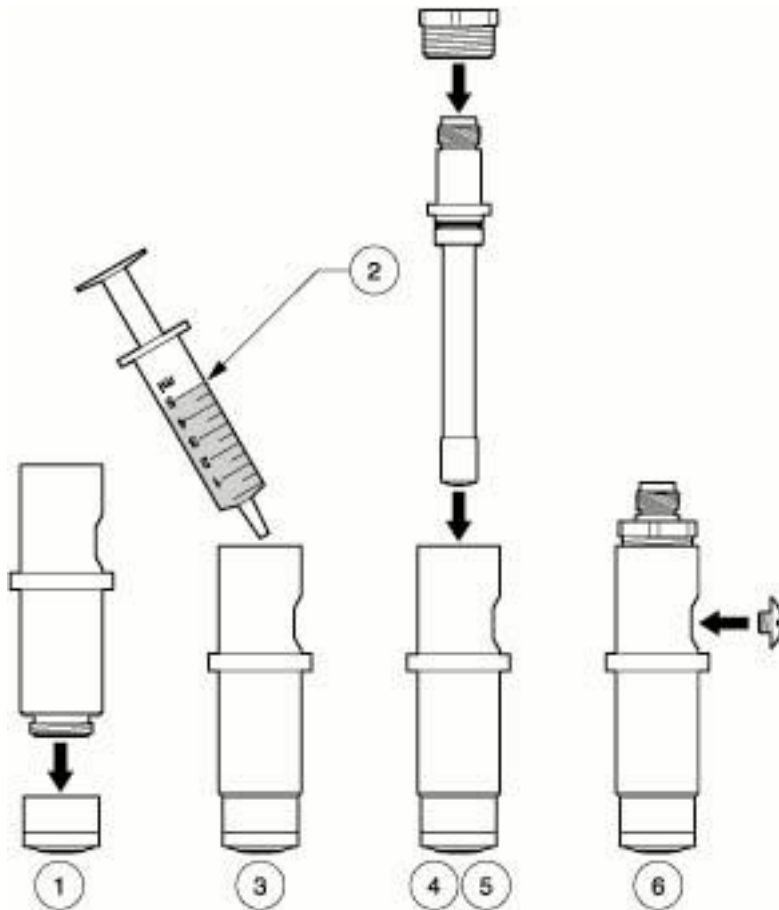
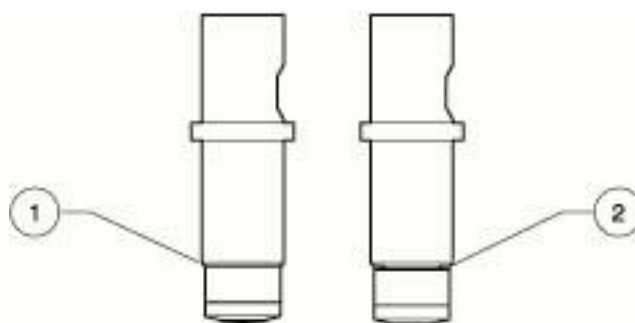

图 6 传感器组件
图 7 拧紧膜
- 1、将膜帽拧在传感器本体上（图 6 和图 7）。一定要小心，不要触摸或损坏膜表面。